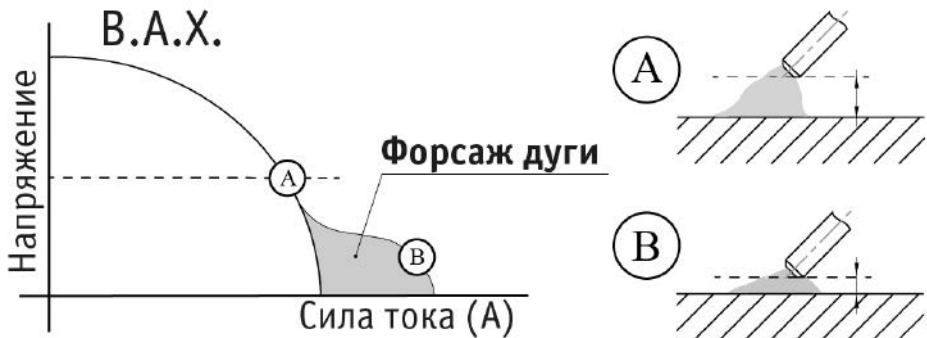

Рис. 6.2.2. Arc Force.
**Arc Force:** рекомендуется применять при сварке покрытыми электродами на малых токах. В процессе сварки происходит автоматическая регулировка силы сварочного тока, что уменьшает склонность к залипанию покрытого электрода к свариваемой детали (см. рис. 6.2.2).